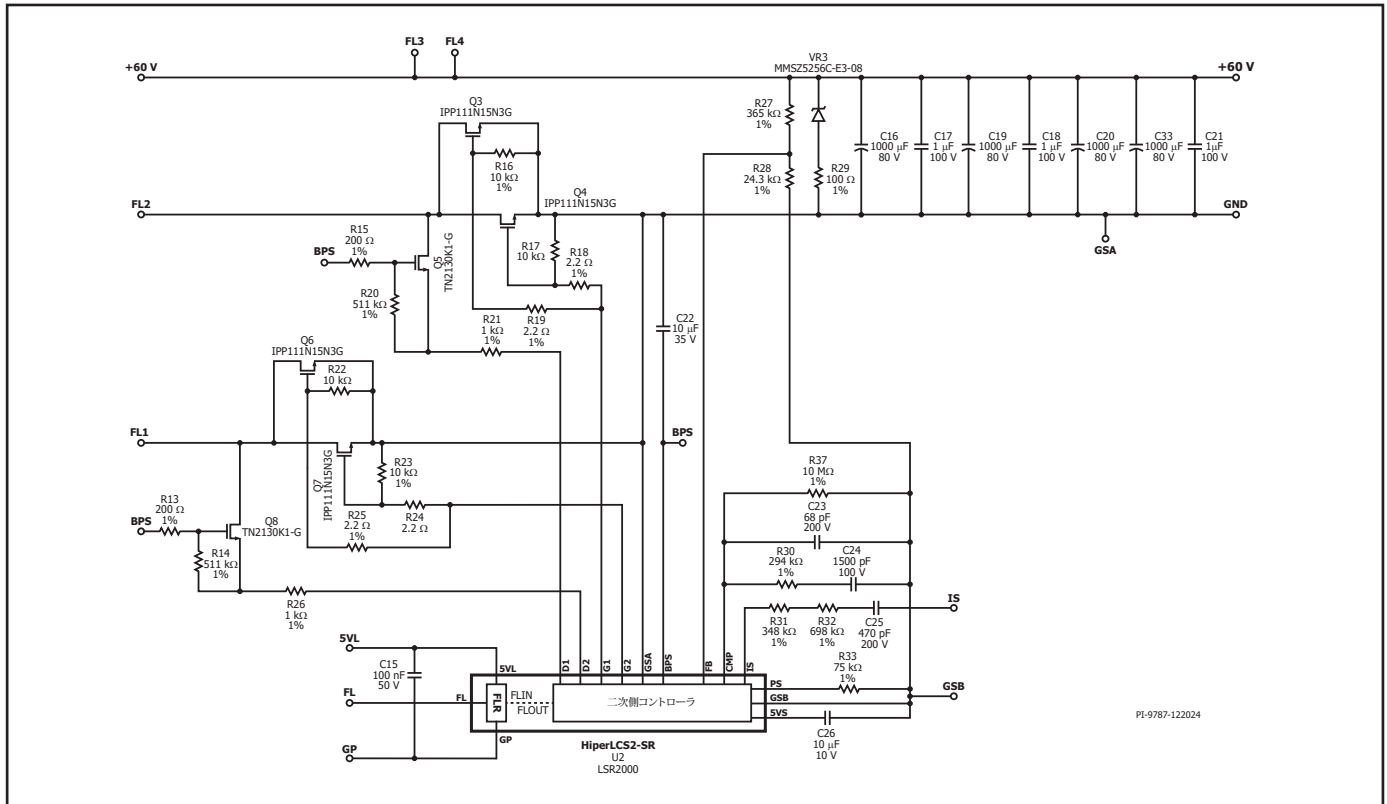

図 19. HiperLCS-2 絶縁および二次側 LSR2000C 1650 W、60 V。
このセクションでは、図 19 の二次側回路図について説明します。HiperLCS2-SR (U2) には、絶縁された一次側ピンがあります。5VL ピンは、LCS2-HB (U1) から 5VL の電圧を受け取ります。GP ピンは、一次側の小信号グラウンド (GP) に接続します。コンデンサ C15 は、U2 の 5VL と GP ピンのローカルデカップリングを行います。FL ピンは、一次側 HiperLCS2-HB に FluxLink 信号を提供します。